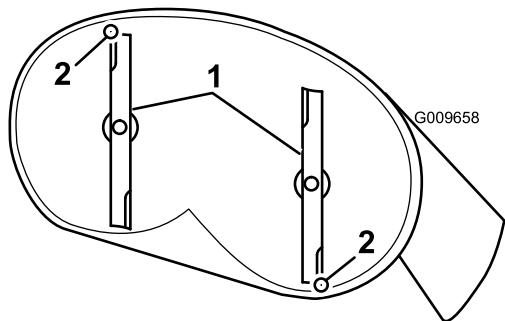
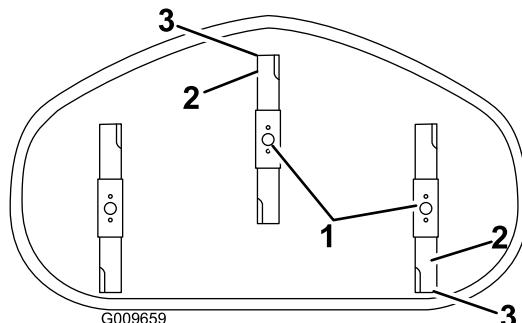

Figura 64
Figura 65
4. Girate con cautela le lame in modo che siano disposte longitudinalmente (Figura 64 e Figura 65).
5. Misurate il valore dalla punta della lama anteriore e dalla punta della lama posteriore alla superficie piana (Figura 64 e Figura 65). Se la punta della lama anteriore non è inferiore alla punta della lama posteriore di 1,6-7,9 mm, regolate il dado di bloccaggio anteriore.
8. Una volta effettuata la regolazione, ricontrolate l'inclinazione longitudinale. Continuate la regolazione del dado finché la punta della lama anteriore non è più bassa di 1,6-7,9 mm rispetto a quella posteriore (Figura 64 e Figura 65).